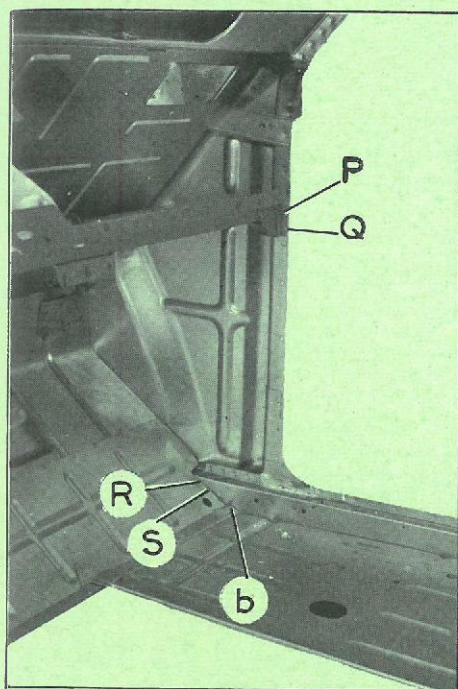

Fig. 4
- b et symétriquement (fig. 4)